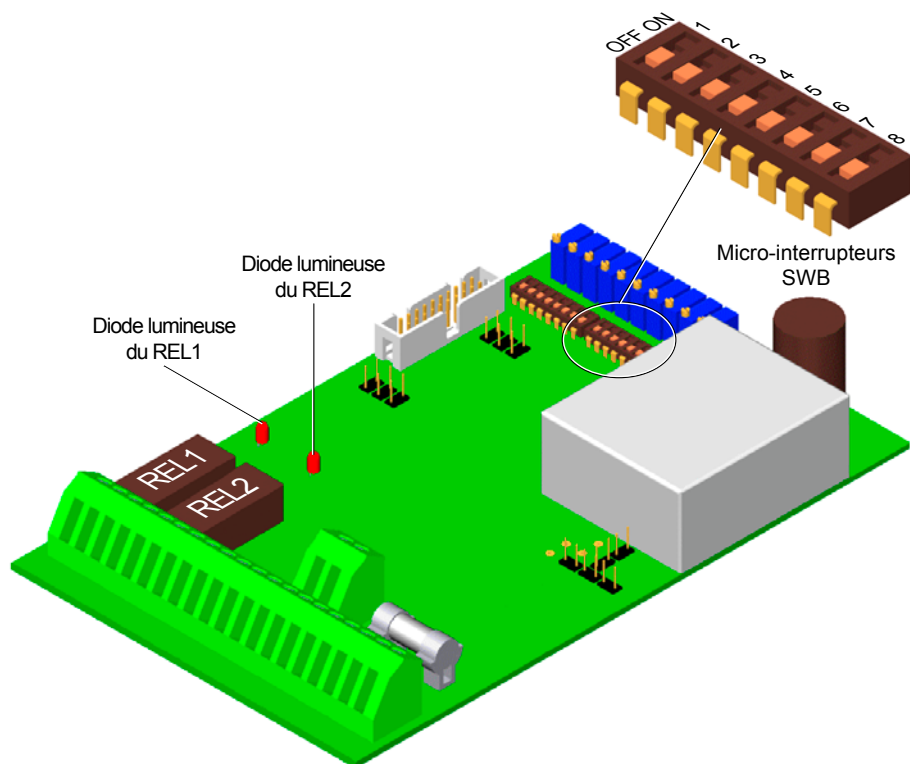

Figure 3-3 Emplacement des diodes des relais REL1 et REL2
3. Tourner le potentiomètre P3 jusqu'à ce que la diode lumineuse du relais REL1 s'allume. La *figure 3-3* donne l'emplacement de cette diode lumineuse.
3. Tourner le potentiomètre P5 jusqu'à ce que la diode lumineuse du relais REL2 s'allume. La *figure 3-3* donne l'emplacement de cette diode lumineuse.